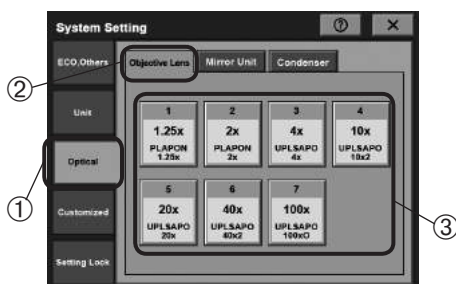

Рис. 9
1. Коснитесь вкладки [Optical] (оптика) ① на дисплее [System Setting] (настройка системы), чтобы открыть дисплей [Optical] (оптика).
2. Коснитесь вкладки [Objective Lens] (линза объектива) ② на дисплее [Optical] (оптика) (рис. 9).